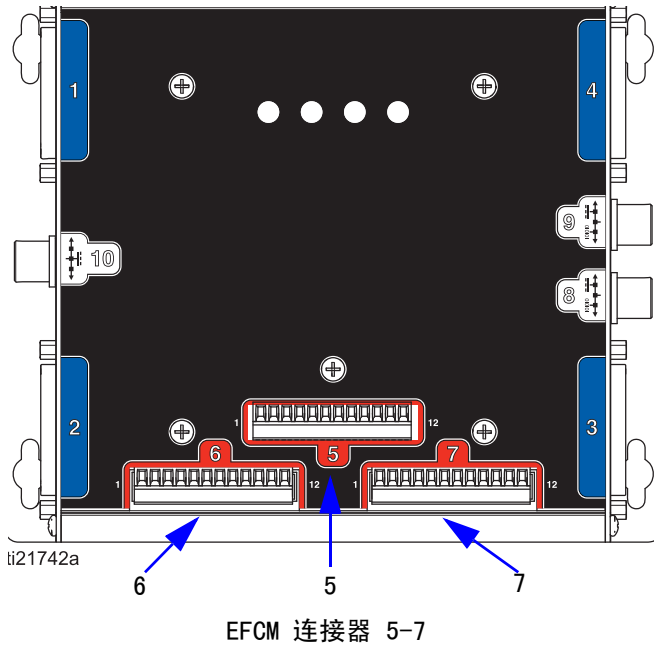

图 3. 增强型流体控制模块
4. 将线缆的另一端 (5 英寸 [127 毫米]) 连接至 PD2K 双面板控制外壳内部 EFCM 的适当接线板。参见图 3 和表 2。